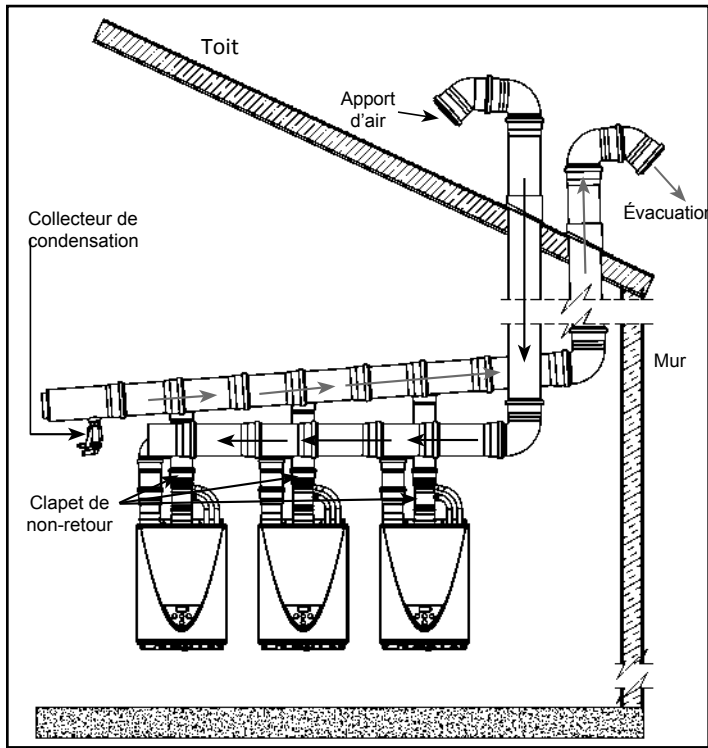
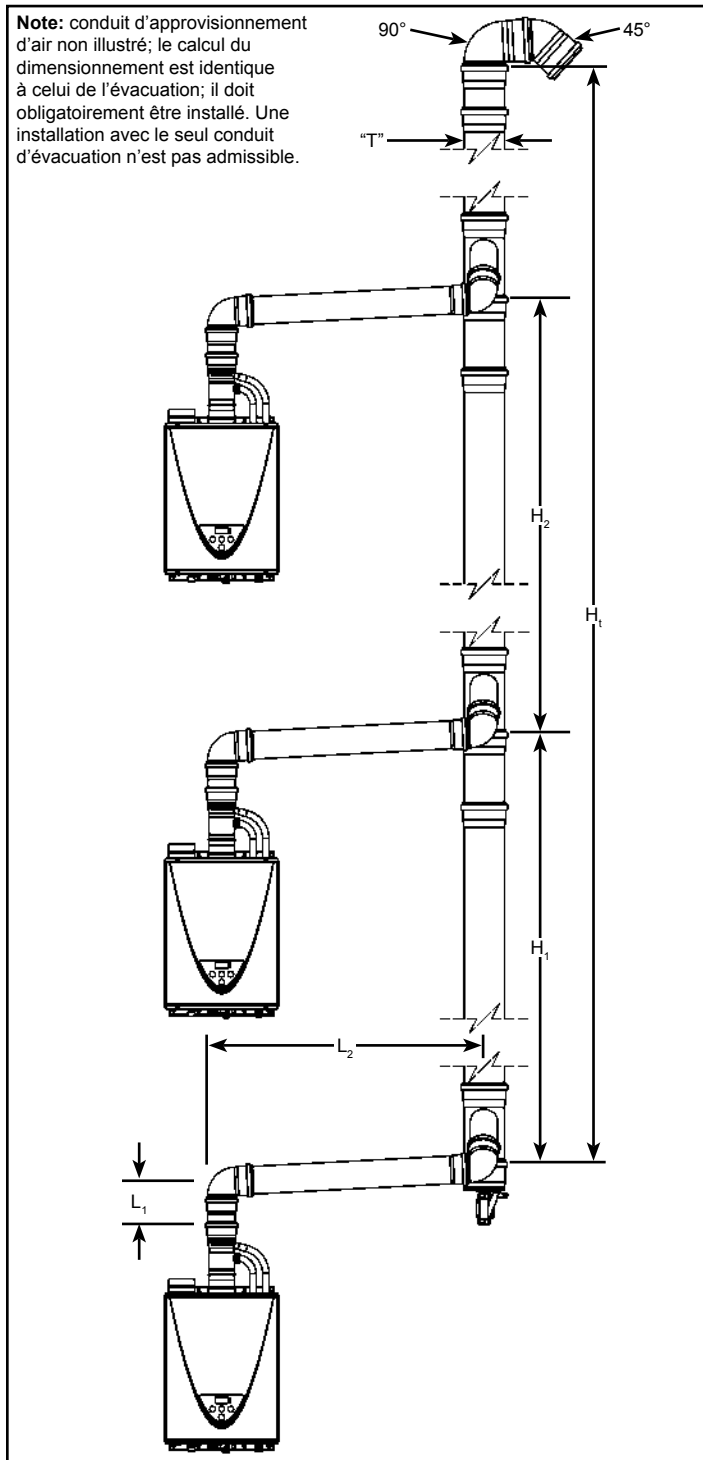

Figure 4. Installation typique, ventilation commune à travers le toit
Figure 11. Dimensionnement des conduits
- La terminaison à travers le toit des conduits d'évacuation et d'approvisionnement d'air doit se composer d'un coude à 90° suivi d'un coude à 45°, comme illustré dans Figure 4 à Figure 11. Il est possible d'utiliser deux coudes à 90° successifs. Installez une grille anti-vermine (quadrillé minimum de 3/4 po (19 mm)) dans chacune des terminaisons afin de bloquer l'entrée de tout corps étranger.
Voici les autres exigences de dimensionnement à respecter (approvisionnement et évacuation) (voir Figure 11):